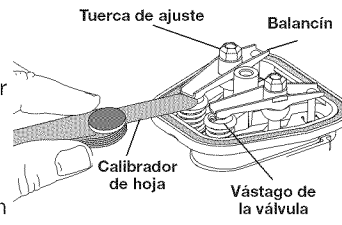

Fig. 22
- Deslice el calibrador de hoja entre el balancín y el resorte de retorno de la válvula. Mida la holgura entre el vástago de la válvula y el balancín (Fig. 22). Mida tanto las válvulas de admisión como las de escape.
La holgura recomendada para las válvulas de admisión como de escape es de 0.003 – 0.006 pulgada (0.076 – 0.152 mm). Use un calibrador de hoja estándar de automóvil de 0.005 pulgadas (0.127 mm). El calibrador de hoja debe deslizarse entre el balancín y el vástago de la válvula con una ligera cantidad de resistencia, sin doblarse (Fig. 22).
- Gire la tuerca de ajuste utilizando una llave de 5/16 de pulgada (8 mm) o un impulsor de tuercas (Fig. 22).